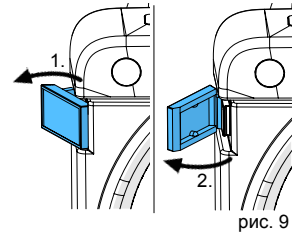

рис. 9
- Открыть замки дверцы (рис. 9).
- Вынуть из держателя ключ-шестигранник (22).
- Снять защитный колпачок (15).
- Отвинтить фиксирующий винт (16) и снять диск триммера.
- Насадить новый диск на фиксирующие штифты (17).
- Открыть замки дверцы (рис. 9) и снять дверцу.
- Открыть замки на дверце (рис. 9) и снять дверцу триммера.
- Отсоединить фланец от вала, вкручивая монтажный ключ-съемник (11) во фланец (23).